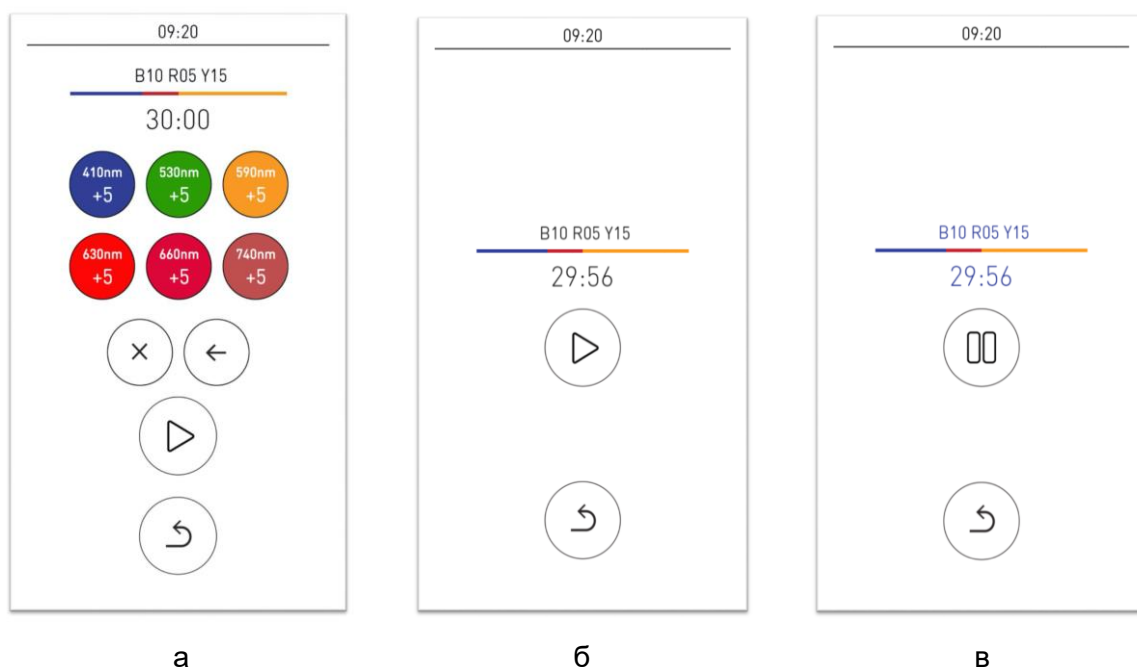

Рисунок 10 – Экраны меню
8.7.4.2 Цифра справа от буквы, обозначающей спектр, означает количество минут, в течение которых данный спектр будет работать в течение текущей процедуры (например, «B10» означает, что «BLUE» (синий) будет работать 10 мин). Для примера см. рисунок 10а.
8.7.4.3 После того, как протокол будет готов, следует нажать СТАРТ, чтобы его запустить (рисунок 10б).
8.7.4.4 После запуска процедуры на экране будет указано время, оставшееся до конца процедуры, кнопка паузы для приостановки процедуры и следующие кнопки (рисунок 10в):